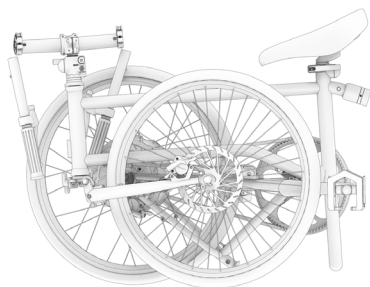

Fig. 1.1
- ② Abra la atadura en el tubo del manillar con un alicate y retire la férula de seguridad de la bolsa plástica.
- ③ Ahora abra las ataduras de los cables que aseguran los extremos del manillar a las ruedas.
- ④ Inserte los dos extremos del manillar en los tubos principales horizontales (Fig. 1.1). Prestad atención a la posición correcta de los extremos del manillar. Los pernos guía de la parte inferior del manillar deben ser guiados en las ranuras del tubo principal. Los tubos principales tienen 3 cortes en ambos lados. Los dos fresados a las 9 y 15 sirven para sujetar los extremos del manillar. El fresado a las 6 en punto es la ranura de guía en la que deben colocarse los pernos guía de los extremos del manillar.